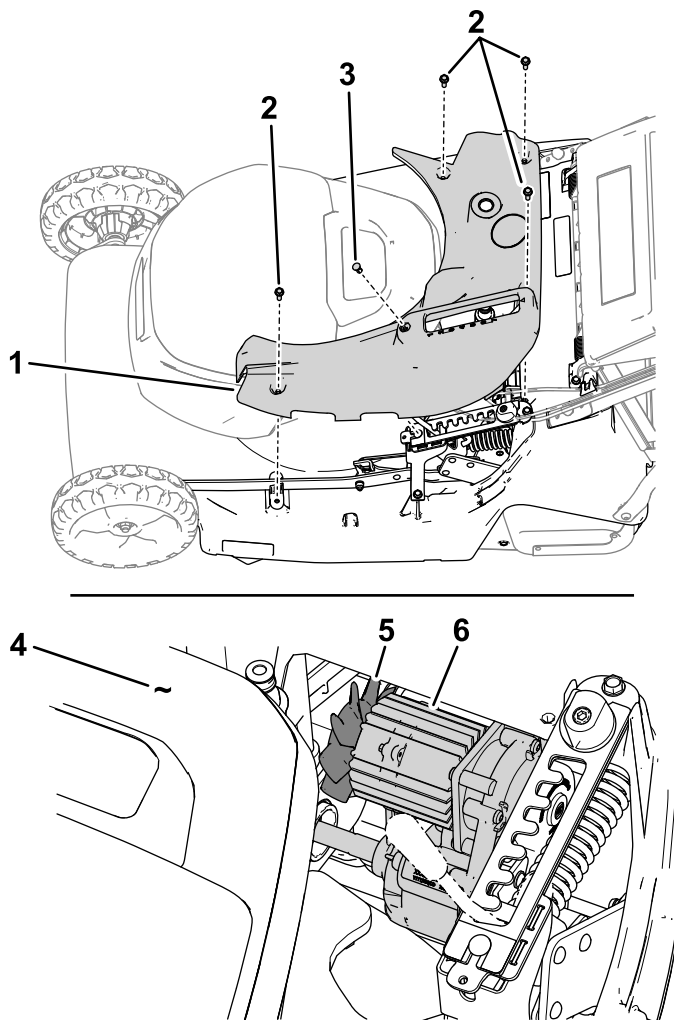

Bild 26
2. Entfernen Sie die vier Schrauben (M6) und eine Druckniete, um die obere Abdeckung zu entfernen (Bild 26).
3. Entfernen Sie alle Verschmutzungen vom Getriebe mit einer Bürste, insbesondere vom Getriebelüfter und den Entlüftungsöffnungen (Bild 26).